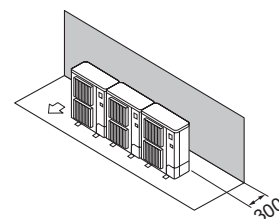

Fig. 2-12
- ① Šķēršļi tikai iekārtas aizmugurē (Fig. 2-12)